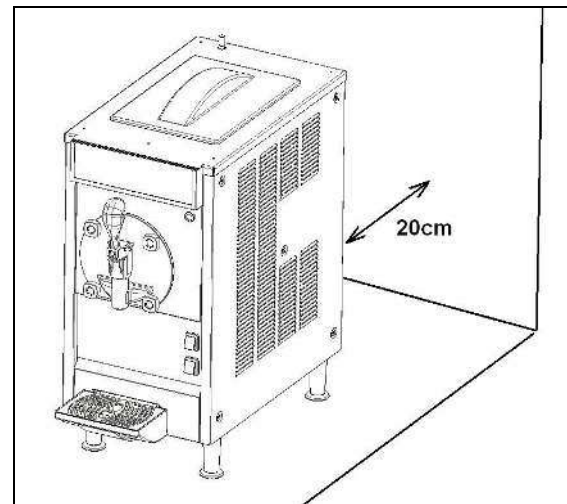

Fig. 2
b) Placer l'appareil sur une surface plane en faisant en sorte que la carrosserie de l'appareil soit bien ventilée, laisser un espace d'un minimum de 10 inch sur le côté gauche pour permettre le contrôle et la levée du tiroir de collecte et un espace libre d'un minimum de 8 inch sur tous les autres côtés de façon à permettre une bonne aération (fig.2). Installer l'appareil dans un lieu sec et éviter de l'installer en proximité de sources de chaleur. **La température ambiante d'utilisation de la machine doit être comprise entre 75 et 90°F.**